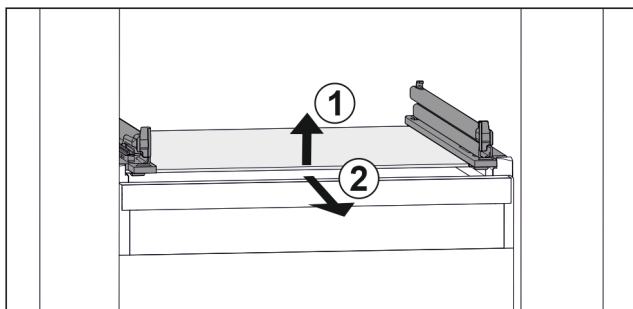

Fig. 94 Simbolična slika steklene plošče
- ▶ Stekleno ploščo dvignite v smeri naprej. Fig. 94 (1)
- ▶ Stekleno ploščo odstranite v smeri naprej. Fig. 94 (2)